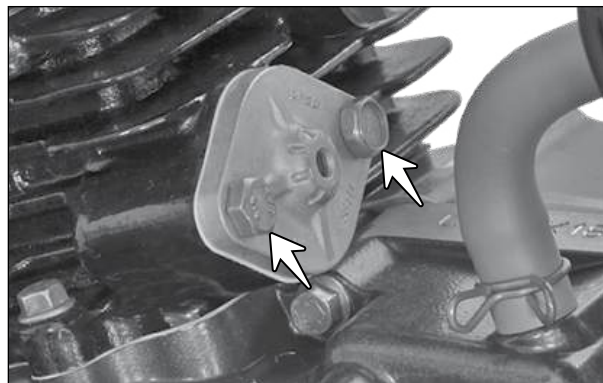

Fig. 3.33
- Remova os parafusos M6x20 (setas) de fixação do ajustador do tensionador e remova o ajustador com a junta. (Fig. 3.33)